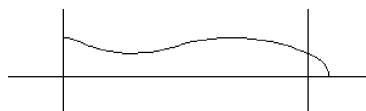
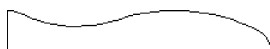

图 12-63 修剪图形
图 12-64 手柄把截面
(8) 单击“默认”选项卡“修改”面板中的“修剪”按钮，对所绘制的图形进行修剪，修剪结果如图 12-63 所示。
(9) 单击“默认”选项卡“修改”面板中的“删除”按钮，删除辅助线。单击“默认”选项卡“绘图”面板中的“直线”按钮，绘制直线。
(10) 单击“默认”选项卡“绘图”面板中的“面域”按钮，选择全部图形创建面域，结果如图 12-64 所示。